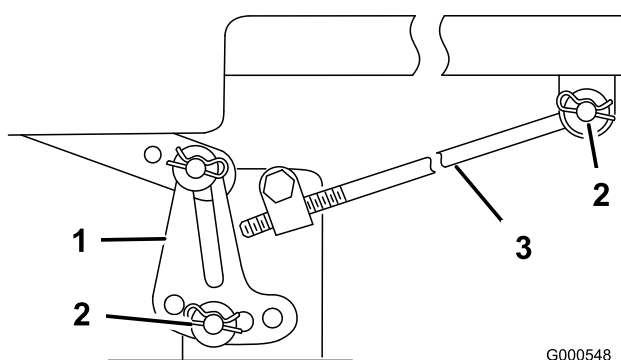

Bild 49
Hinweis: Merken Sie sich vor dem Entfernen des Mähwerks, welche Löcher in den Nivellierhalterungen verwendet werden (Bild 49).
5. Entfernen Sie den Splint und die Scheibe von der Einstellstange (Bild 49) an jeder Seite des Mähwerks.
6. Entfernen Sie den Splint und die Scheibe von den Mähwerk-Nivellierhalterungen (Bild 49). Merken Sie sich das Loch, in dem die Nivellierhalterung befestigt ist, für den Wiederausbau. Schieben Sie die Bügel vom Montagestift herunter.
- Befestigen Sie die Einstellstange an jeder Seite des Mähwerks mit der Scheibe und dem Splint an der Maschine (Bild 49).
- Schieben Sie die Nivellierhalterungen auf die Befestigungsstifte und befestigen Sie die Halterungen mit den Scheiben und Splints ab (Bild 49).